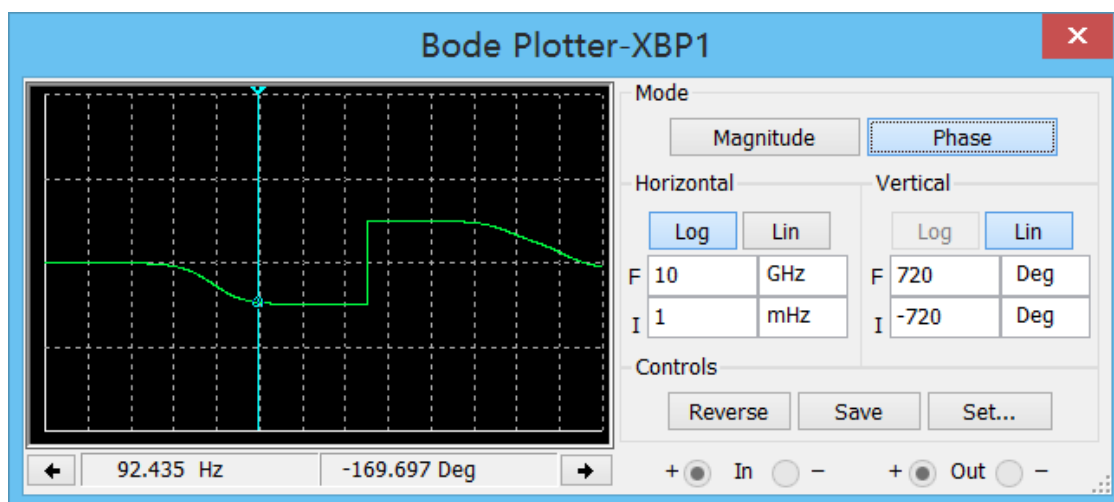

图 7.14 用波特图仪观察相频特性
观察相频特性：参照 5.3 节所描述的方法，点击 **Phase** 按钮，在 **Horizontal** 区块点击 **Log** 按钮采对数刻度，将 **F** 字段设置为 10GHz, **I** 字段设置为 1mHz；在 **Vertical** 区块点击 **Log** 按钮采对数刻度，将 **F** 字段设置为 720Deg, **I** 字段设置为 -720Deg。打开仿真开关，波特图仪左边显示屏中即可显示出电路的相频特性，如图 7.14，移动光标可测量各频率点的相位值。
- 仿真测量：打开仿真开关，电流探针数据显示框从上而下依次是：电流峰峰值、电流有效值、直流电流值、频率；电压探针数据显示框则是：电压峰峰值、电压有效值、直流电压值、频率。如图图 7.14 所示。